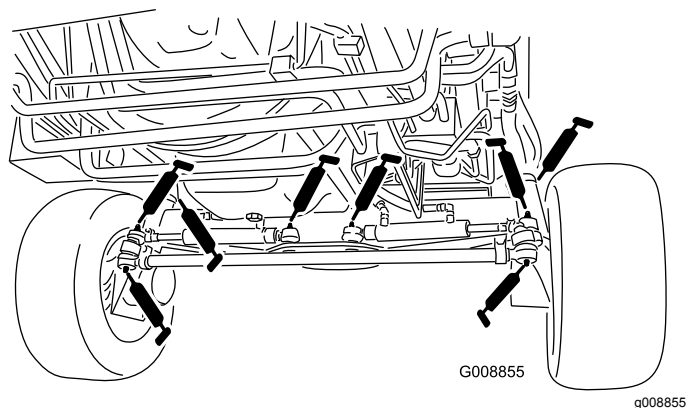

Рисунок 78
- Шаровые опоры гидроцилиндра рулевого управления (4 шт.) (Рисунок 78)
- Шаровые опоры поперечных тяг (2 шт.) (Рисунок 78)
- Втулки поворотных шкворней (2 шт.) (Рисунок 78).